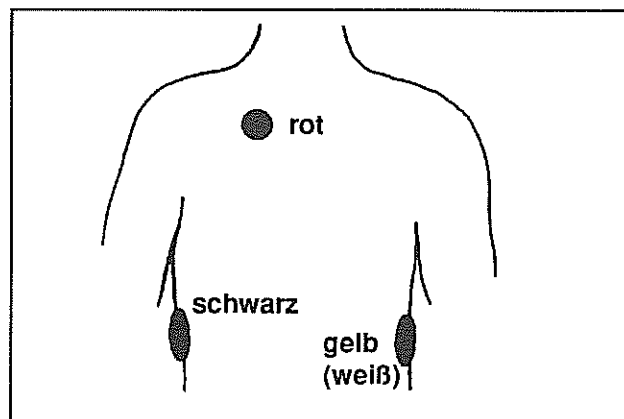

Bild 2
Bild 2 zeigt ein Ableitschema, das sich grundsätzlich für die gemeinsame Überwachung von Herzfrequenz und Respiration eignet. Die optimalen Abnahmestellen sind jedoch nur durch Beobachten der Verlaufskurven zu ermitteln. Bei Säuglingen sollten Sie die rote und gelbe Elektrode seitlich am Thorax anlegen.
- * Legen Sie die Elektroden entsprechend Bild 2 an. Falls erforderlich, korrigieren Sie die Lage der EKG-Elektroden.